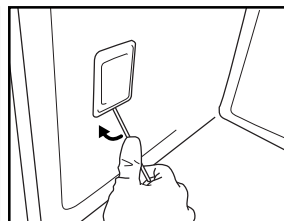

Fig. 7
3. Folosind o șurubelniță ascuțită drept pârgă, extrageți plafoniera (Fig. 7).